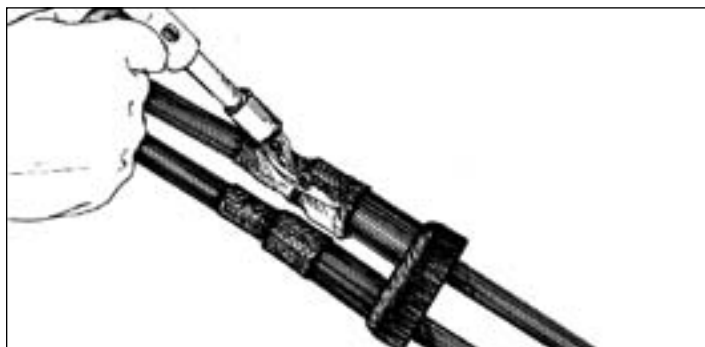

Рис. 4.36. - Усадка отрезков трубок ТУТ
**4.13.1.** На стыки патрубков оголовника муфты и шланга (покрова) кабелей устанавливают и усаживают трубки ТУТ (Рис. 4.36), которые на стыках предотвращают выход герметика «Пуласт» при его расширении. Это основное назначение ТУТ.